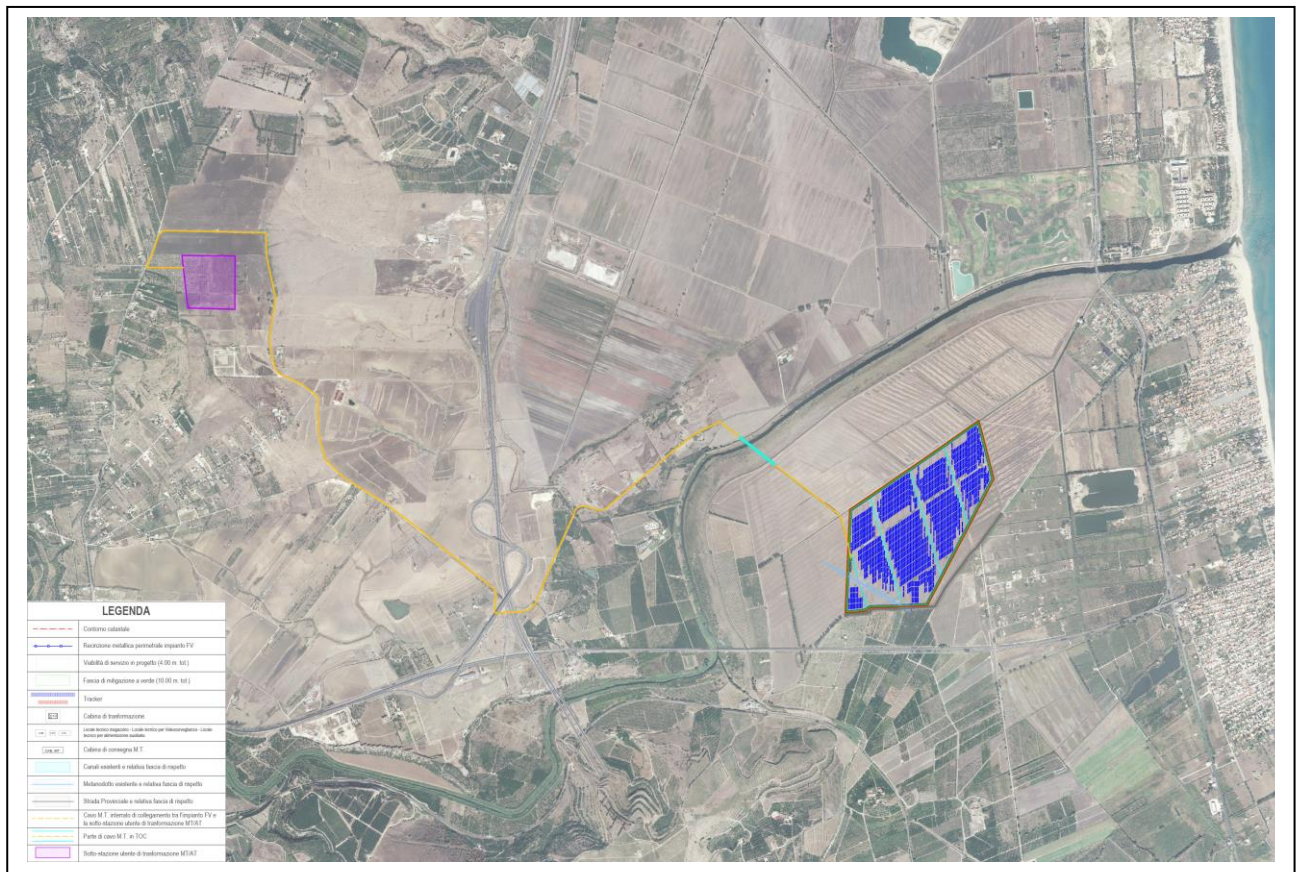

Fig. 2.1 - Inquadramento Geografico
L'area in studio è localizzata nella parte orientale della Sicilia, in particolare l'impianto ricade nel terreno agricolo ubicato in Tenuta Grande nel territorio comunale di Carlentini (SR) (Fig. 2.1).